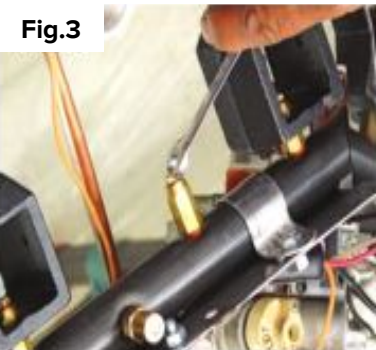

Fig.3
- 5 Coloque el respaldo superior desmontable como se muestra en la fig 3.
3. Utilice una llave inglesa o un destornillador de caja de 8 mm para quitar la esprea LP. Gire en sentido antihorario. (Fig. 3)